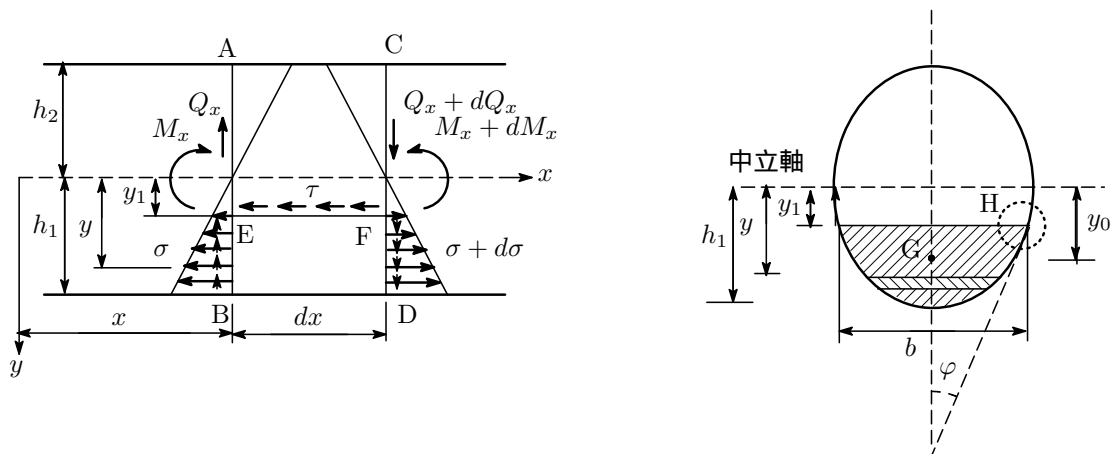

図 8.8: はりのせん断応力
- K氏：うん、図 8.8 のように距離 dx 離れた 2 断面 AB, CD を考え、AB, CD 面に働くせん断力と曲げモーメントをそれぞれ $Q_x, Q_x + dQ_x$ および $M_x, M_x + dM_x$ としよう。
- コニー：う～ん、 y 軸方向のせん断応力を求めるのに、それと垂直な x 方向の力のつり合いを利用しているところは面白いわね。ところで、断面の1次モーメント S は、(8.10)より図8.8の斜線部の断面積 A と中立軸から A の図心 G までの距離 y_0 の積だったわね。
- コニー：そうなんだ。まっ、私なりに考えておくわね。そうすると図 8.8 の中立軸から離れたところのせん断応力の x 軸に沿った分布は絵のようになっているのね。